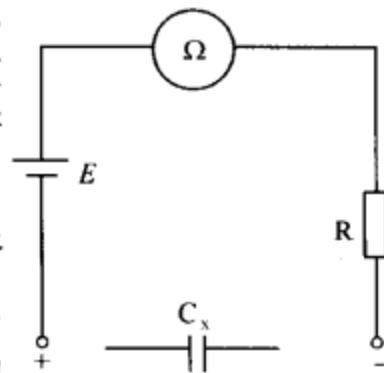

图2-8 测量电容
(1)检查电容器的质量。由于万用表的欧姆挡具有电源,电路中的电阻元件可以看成一个等效电阻  $R$ ,当测量电容器时,被测电容与欧姆挡电路一起构成了一个一阶RC网络,如图2-8所示。